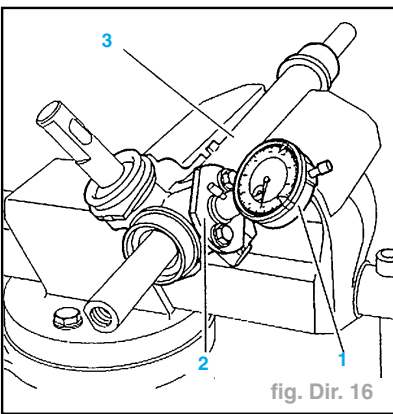

fig. Dir. 16
- Fixer le comparateur (1) sur le support (2) (réf. : **80703 J**) (fig. Dir. 16).
- Fixer l'ensemble (1) et (2) sur le carter de direction (3) (sans les cales de réglages).